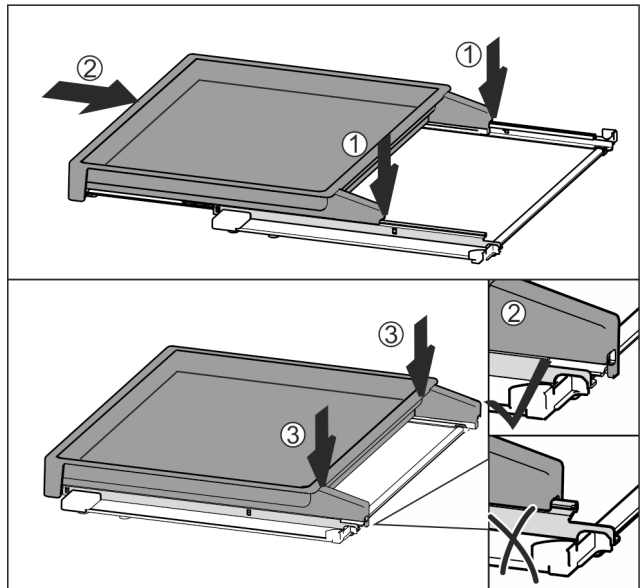

Fig. 113
- Rayların ortasına yerleştirin Fig. 113 (1).
- Çekme rafını tamamen içeri itin Fig. 113 (2).
- Arka tarafta duyulabilir şekilde yerine oturana kadar bastırın Fig. 113 (3).